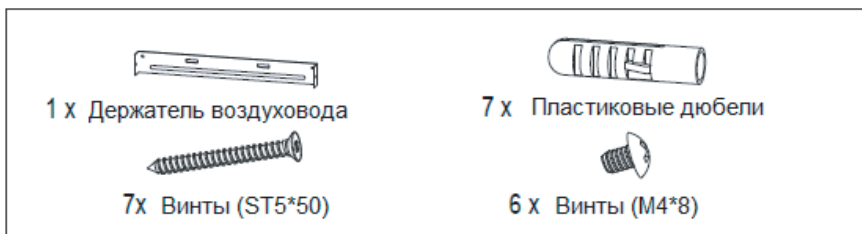

Рис. 3
1. Детали. См. Рис. 3 (Тип и количество может варьироваться).